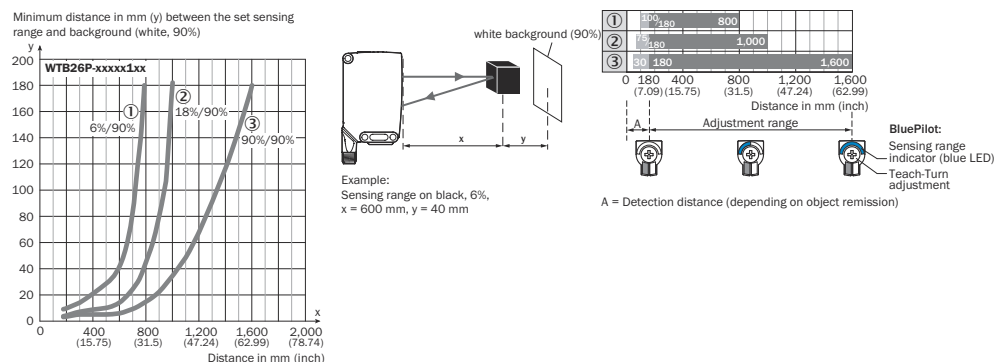

Figura 52: Linea caratteristica 1, WTB26P-xxxx1xx, luce rossa
Controllare le condizioni d'impiego: bilanciare distanza di lavoro e distanza dall'oggetto ossia dallo sfondo e fattore di riflessione dell'oggetto con il diagramma corrispondente [vedere immagini 5 e 7] (x= distanza di lavoro, y = distanza minima tra distanza di lavoro impostata e sfondo (bianco, 90%)), fattore di riflessione 6% = nero ①, 18% = grigio ②, 90% = bianco ③ (con riferimento al bianco standard secondo DIN 5033). Si consiglia di effettuare l'impostazione con un oggetto a basso fattore di riflessione. La distanza minima (= y) per la soppressione di sfondo può essere determinata in base al diagramma [figura 52 ①] nel modo seguente: